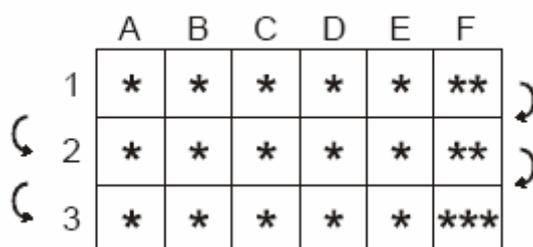

図13:ビー音(*)と6×3のグリッドバッチのスクロール
2. バッチが開いている時は、測定値がメモリに保存されます。鉄筋探査機は、次のメモリ位置に進みます(スクロールします)。グリッド(q)の行の最後のメモリ位置に達すると、次の行の最初のメモリ位置に進みます(図13)。バッチが完了したら、バッチ画面が閉じられ、バッチングは終了します。